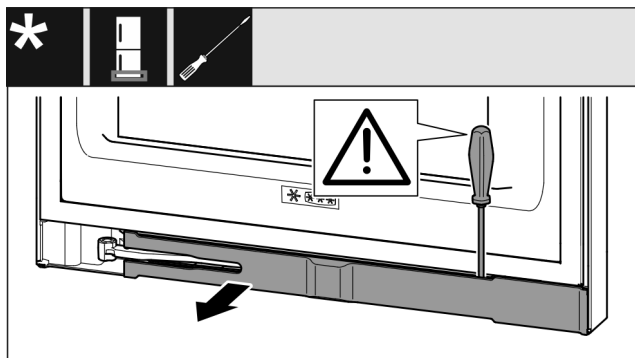

Fig. 17
- Deblocați masca cu șurubelnița plată și pivotați-o în lateral. (vezi Fig. 17)